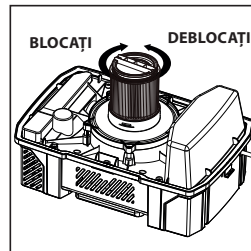

FIG. 3
- Poziționați dispozitivul de oprire a filtrului în capătul acestuia fixând capul de alimentare cu o mână, întoarceți mânerul dispozitivului de oprire în sensul acelor de ceasornic pentru a strânge și a fixa filtrul în poziție. (Fig. 3)